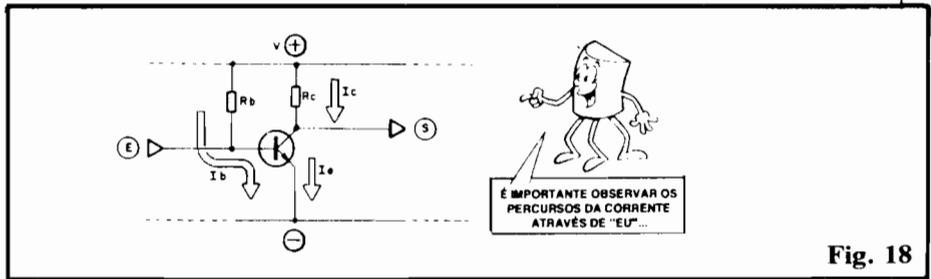
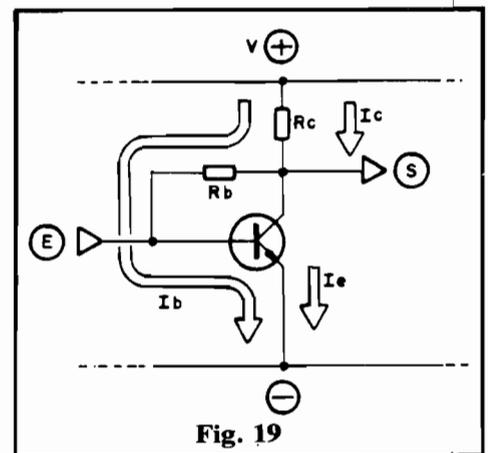

Fig. 18
Fig. 19
- **FIG. 18** - Polarização com **um** resistor - No caso do exemplo, um transístor NPN, a **base** precisa estar “positiva” em relação ao **emissor**, para atingir o “degrau” de 0,6V, mínimo necessário para o componente entrar em trabalhos de amplificação... Assim, com um único resistor (R_b) entre a dita **base** e a linha do **positivo** da alimentação, podemos determinar com boa precisão a corrente de **base** (I_b). Esse vetor (I_b), juntamente com o ganho, mais o valor da carga de **coletor** (R_c), nos permite calcular progressivamente a corrente de **coletor** (I_c) e, por Ohm, a tensão de **coletor** (que, idealmente deve situar-se em **metade** do valor da tensão geral da alimentação (V), e assim por diante. Com um pouquinho de matemática (e, eventualmente, alguma experimentação...) chegamos a um valor conveniente para R_b . É um método simples de polarização, muito usado em circuitos sem muita rigidez de parâmetros, ou de características de funcionamento pouco críticas... Em alguns casos, contudo, apresenta um certo inconveniente de “instabilidade”, que pode ser desenvolvida a partir de um aquecimento desenvolvido no transístor durante o funcionamento (função, às vezes, de fatores externos ao circuito...). Isso fará com que o “ponto” de funcionamento do transístor dentro da sua “região linear”, “ande”, deslocando todos os parâmetros do arranjo... Sem “medos” exagerados, contudo: sempre que a aplicação não for crítica, e que o transístor não esteja trabalhando “rente” aos seus limites de tensão, corrente e potência, nada impede (muito pelo contrário...) que utilizemos uma polarização simples, desse tipo (os Leitores/Alunos, verão **muito** esse arranjo básico, nos
- **FIG. 19** - Polarização “automática” com **um** resistor - Muitos dos inconvenientes do método mais simples (fig. 18) podem ser sanados, “puxando-se” a polarização **positiva** de **base** não da linha geral de alimentação ($-V$), e sim do próprio **coletor** do transístor (através, portanto, do próprio resistor de “carga” de **coletor**, R_c ...). Usando as “velhas” fórmulas que inter-relacionam Corrente, Tensão e Resistência, mais os parâmetros gerais do transístor e do circuito, podemos situar com facilidade o valor de R_b de modo a colocar o transístor no “ponto” desejado... Se fatores externos determinarem ou facilitarem um aquecimento progressivo do transístor, o natural incremento na corrente de **coletor** I_c causará uma queda na tensão de **coletor**, com o que **menos** corrente de **base** será fornecida (via R_b), “trazendo” novamente o transístor para o “ponto” originalmente calculado de funcionamento! Da mesma forma que ocorre com o método mais elementar de polarização (fig. 18), para “centrar” o transístor na sua “região linear” de funcionamento convém, na maioria dos casos,